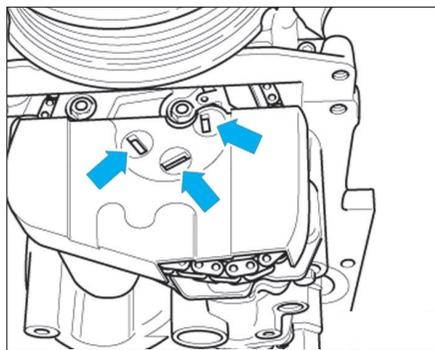

Fig. 27
- Déposer le carter de chaîne, pour cela faire délicatement lever avec un tournevis sur les agrafes (Fig.27).